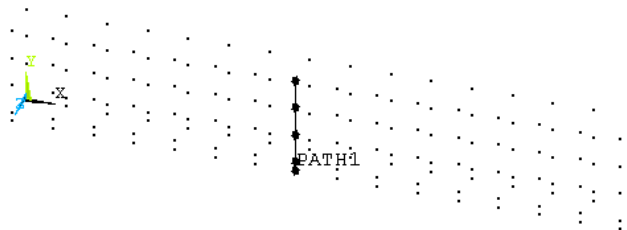

图6.35 定义路径
(6) 在【Item to be mapped】列表框中选择要映射的结果项，如【von Mises SEQV】；选择【Show path on display】后面的复选框为【Yes】。然后单击【OK】按钮即可显示定义的路径。如图 6.35 所示。